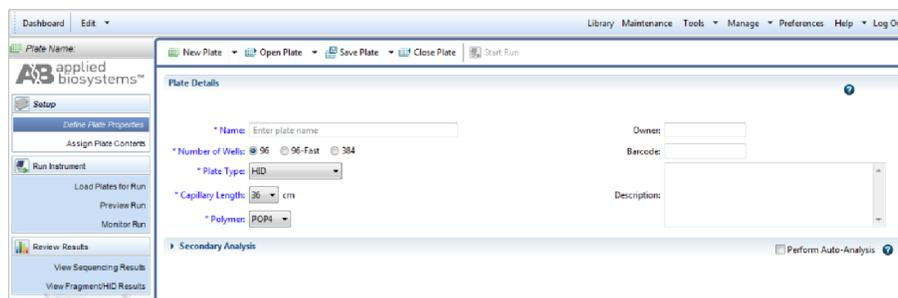

Рисунок 13. Определение свойств планшета.
8.2.8. Чтобы создать новый планшет New Plate, перейдите в библиотеку Library (рис. 13) и в меню Manage (“Управление”) выберите “Plates” (“Планшеты”) и “Create” (“Создать”).